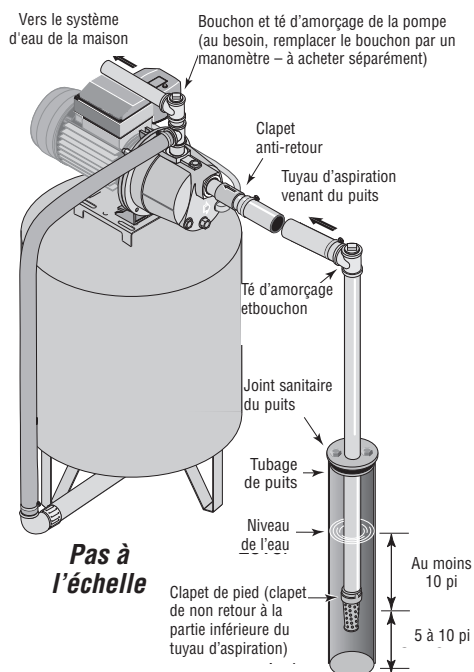

Figure 2 : Installation dans un puits à tubage
INSTALLATION SUR UN PUIT À TUBAGE DE 2 POUCES DE DIAMÈTRE OU PLUS GRAND (VOIR LA FIGURE 2)
2. Brancher le clapet de pied, la crépine et le tuyau du puits (voir la Figure 2). S'assurer que le clapet de pied fonctionne librement.
4. Poser le té d'amorçage, le bouchon d'amorçage et le tuyau d'aspiration sur la pompe (voir la Figure 2). Brancher le tuyau provenant du puits sur l'orifice d'aspiration de la pompe en utilisant le moins possible de raccords - en particulier des coudes - étant donné que les raccords augmentent le frottement de l'eau dans les tuyaux (il faut toutefois ajouter un clapet de pied - voir la Figure 2). Le diamètre du tuyau d'aspiration doit être au moins aussi grand que le diamètre de l'orifice d'aspiration de la pompe. Utiliser du ruban téflon ou de la pâte pour raccords filetés à base de téflon sur les raccords filetés. Supporter le tuyau de façon qu'il ne soit pas cintré afin qu'il n'exerce pas de contraintes sur le corps de la pompe; de plus, il doit être légèrement incliné vers le haut, du puits jusqu'à la pompe (les points hauts risquent de causer des poches et des bouchons d'air dans la pompe). Rendre étanches les raccords du tuyau d'aspiration avec du ruban téflon ou une pâte pour raccords filetés à base de téflon. Les raccords doivent être étanches à l'air et à l'eau. ***Si le tuyau d'aspiration aspire de l'air, la pompe ne pompera pas l'eau du puits.***